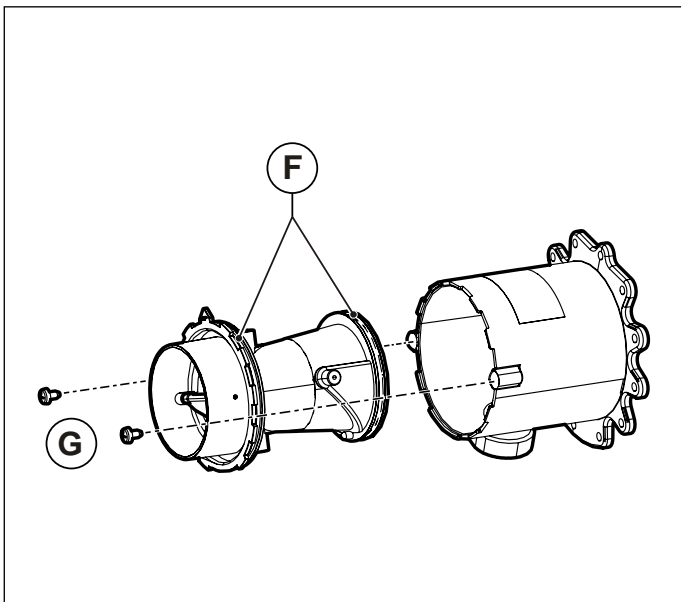

Рис. 34 Пластмассовый корпус смесителя
- Отвинтить два винта **G** и вытащить пластмассовый корпус смесительного узла (смотри Рис. 34 Пластмассовый корпус смесителя).
- Вверните пластмассовый корпус на смесителе, используя крепежные винты и **G** следя за тем, чтобы не повредить уплотнительное кольцо **F** и не ошибиться с монтажным направлением (см. Рис. 34 Пластмассовый корпус смесителя и Рис. 35 Монтажное положение).